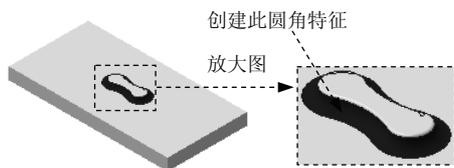
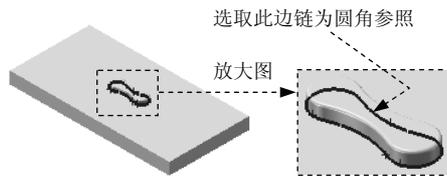

图 4.4.15 创建圆角特征 2
图 4.4.16 定义圆角参照
(4) 定义圆角半径。在 **圆角项目(I)** 区域的  文本框中输入圆角半径值 0.2，选中 **切线延伸(T)** 复选框。
(5) 单击“圆角”对话框中的  按钮，完成圆角特征 1 的创建。
Step5. 创建图 4.4.15 所示的圆角特征 2。选取图 4.4.16 所示的边链为要圆角的对象。